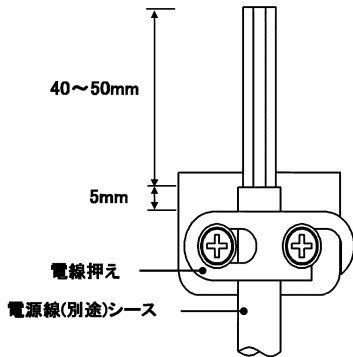

図5
- ③ 電源線(別途)を電源線固定金具に電線押えでしっかりと固定してください。(図5)
電源線(別途)はケーブルのシース部を電線押えで固定してください。(図5)